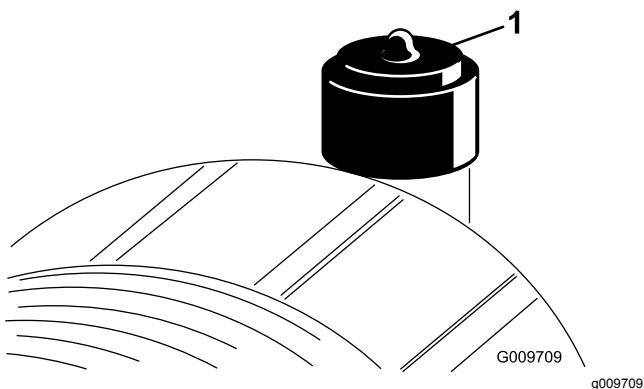

Figura 25
Faça a manutenção ao filtro de ar apenas quando o indicador de serviço (Figura 25) o exigir. Mudar o filtro de ar antes de ser necessário apenas aumenta a possibilidade de entrar sujidade no motor quando se retira o filtro.
6. Reinicie o indicador (Figura 25) se este se apresentar vermelho.